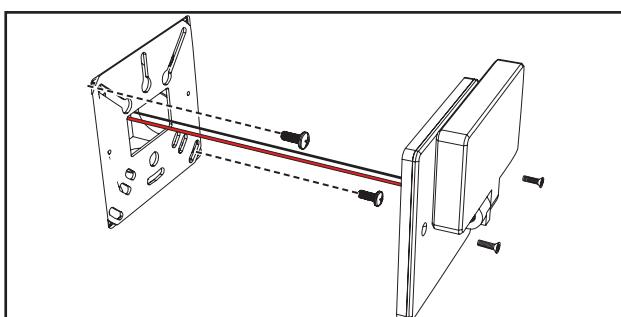

Figure 2.
4. Poussez les fils et le conducteur de manière à les placer dans la boîte de jonction. Tenez les fils du conducteur de sortie et de la tension d'alimentation éloignés. Posez la plaque de montage sur la boîte de jonction et fixez-la à l'aide de deux vis. (Figure 2.)